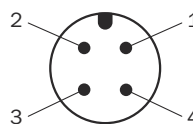

Rysunek 2: Zachowanie przełączeniowe RE11, RE21 (nieaktywowane)
- Oba zestyki muszą zmienić stan przełączania, zanim będzie można je zresetować. Przestrzeganie tej sekwencji musi być monitorowane przez bezpieczny moduł analizujący (rysunek 2, rysunek 5, rysunek 9).